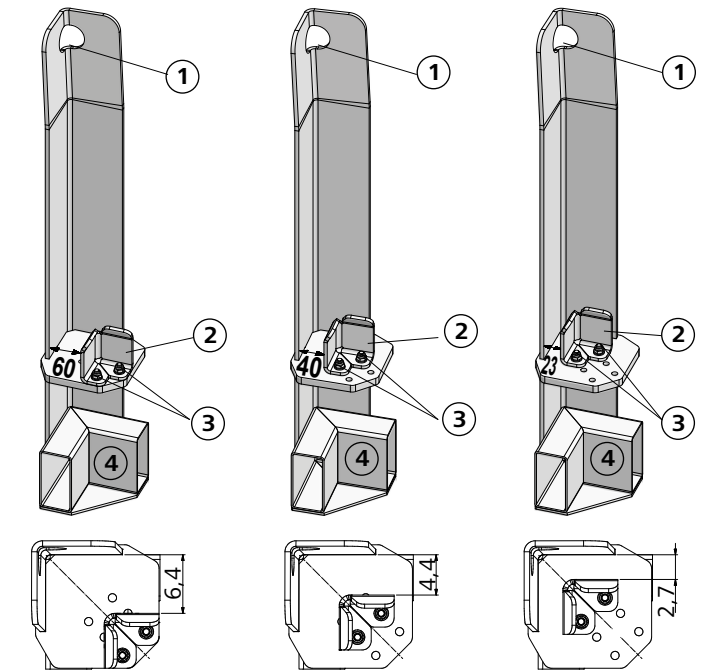
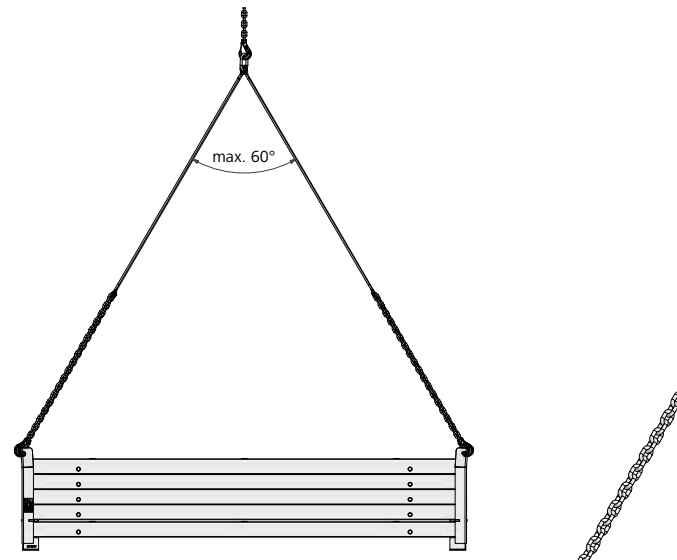
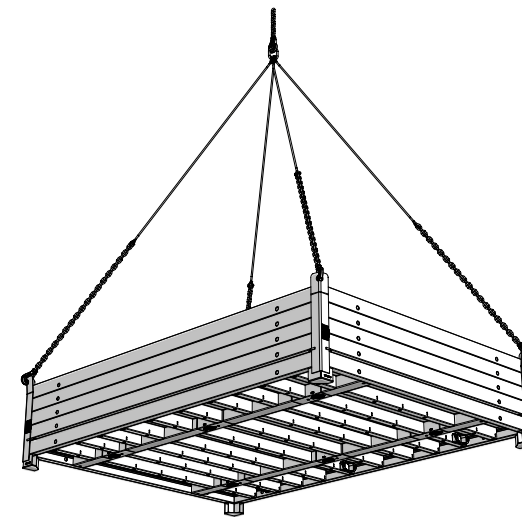

Abb. 1
Abb. 3: maximaler Spreizwinkel 60°
Abb. 6
- Während des Hubvorgangs (Abb. 3) müssen Sie darauf achten, dass es nicht zu einem Pendeln oder Anschlagen der Last kommt. Lasthaken dürfen nicht an der Spitze belastet werden und müssen in der Einhängeöse ① frei beweglich sein.
Der Stapelwinkel 60/40/23 dient zum Umsetzen und zur Lagerung von gleich großen WS-Elemente Mammut XT, Mammut 350, StarTec XT, StarTec, AluStar, EcoAs und AluFix. Es werden immer 4 Stapelwinkel 60/40/23 pro Einsatz als Einheit benötigt. Die Stapel werden einzeln mit einem Krangehänge (Abb. 3) oder einem Gabelstapler bewegt. Einsatz als Lastaufnahmemittel bei den WS-Elementen zwischen Kran und Last. Es sind mindestens zwei WS-Elemente zu benutzen, wobei ein WS-Element mit der Schalhautseite nach oben auf den Hohlprofilen ④ und das zweite WS-Element auf der darüberliegenden Platte mit Verstellwinkel ② liegt. Maximal fünf WS-Elemente dürfen pro Versetzeinheit verwendet werden (Abb. 3). Der Verstellwinkel muss an die dafür festgelegte Position festgeschraubt werden (Abb. 1). Pro Stapelwinkel wird ein Lasthaken eines 4er-Krangehänges an der Einhängeöse ① angeschlagen. Der Stapelwinkel 60/40/23 verbleibt während der gesamten Verwendung an der Schalung. Bis zu maximal 3 Stapelwerkeinheiten dürfen zur Lagerung übereinander gestapelt werden (Abb. 5). Es dürfen nur Element-Stapel der gleichen Abmessung zur Lagerung übereinander gestapelt werden.
Stellen Sie den Verstellwinkel ② am Stapelwinkel 60/40/23 auf die jeweilige Elementrahmenstärke (EA/AF = 23 mm, AS/ST/ST XT = 40 mm, M/M 350/M XT = 60 mm) ein (Abb. 1). Fädeln Sie je einen Stapelwinkel 60/40/23 an jeder Ecke des WS-Elementes ein, so dass das Element mit der Schalhautseite nach oben auf der Auflage ④ liegt (Abb.6). Das schont die Schalhaut